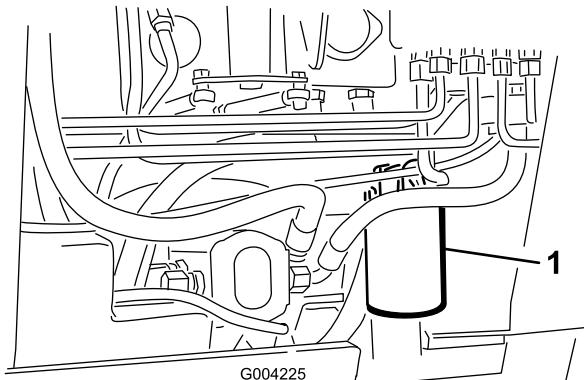

Figura 56
4. Collocare una bacinella di spurgo sotto il filtro (Figura 56).
- Togliere il filtro usato (Figura 56) e pulire la superficie della guarnizione dell'adattatore del filtro.
- Montare il filtro idraulico di ricambio sull'adattatore del filtro (Figura 56). Girare il filtro in senso orario finché la guarnizione di gomma non tocca l'adattatore, quindi serrare il filtro di altri 3/4 di giro.